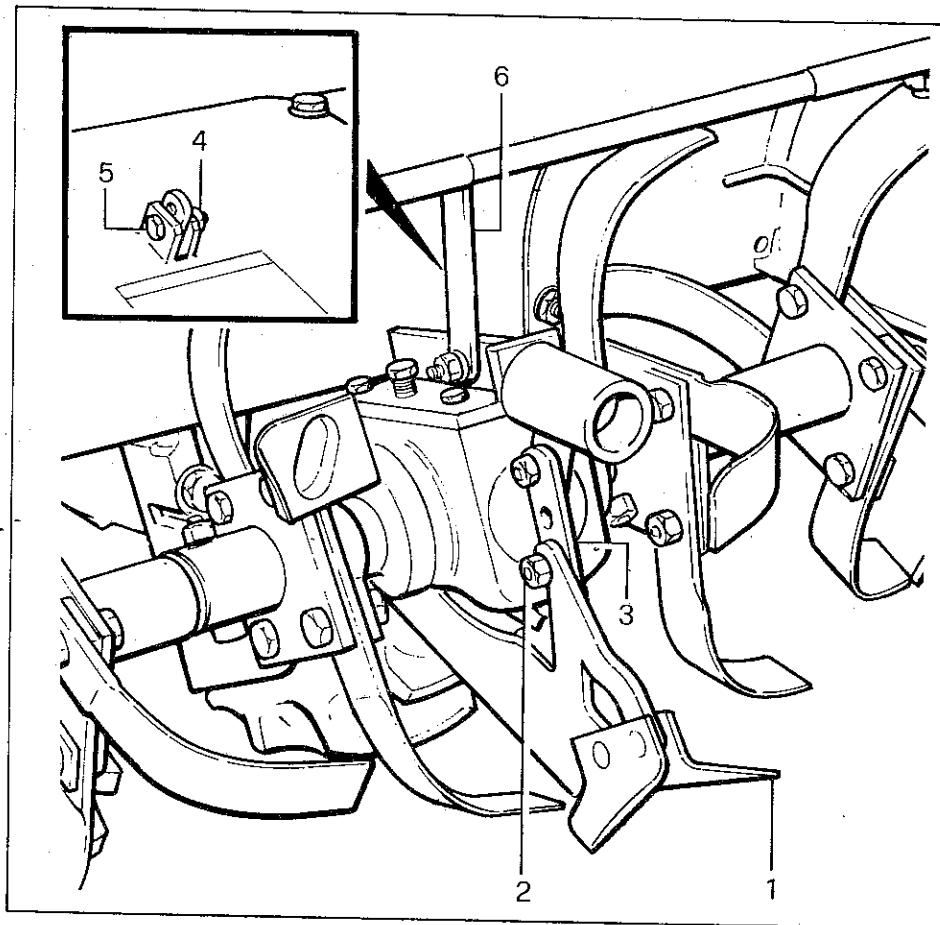

Fig. 22 - Bild 22
Per regolare la profondità di lavoro delle zappette occorre agire sull'inclinazione del vomerino centrale (vedere fig. 22, particolare 1).
The working depth of the hoes is adjustable through the lead angle of the central share (see fig. 22), item 1).
- **For depth be increased:** the share slant need be increased. This is done by taking out set screw (2) and moving up the guide rod until another hole is entered.
**Caution** — After varying the hoe-working depth, the hood distance from the soil should be adjusted. To do so, unloose nut (see fig. 22, item 4) and take out screw (5). Then move hood up or down until the side bottom edges will be 2 or 3 cm far from the ground (hoes should be in the hoeing position). Secure the hood again by screw (5) and nut (4) which will be fitted into a matching hole in the hood support guide rod (6).
Pour régler la profondeur de travail des binettes, il y aura lieu d'agir sur l'inclinaison du soc central (fig. 22, rep. 1).
- **Pour augmenter la profondeur** il y aura lieu d'augmenter la pente du soc, se qui se fait en enlevant la vis de fixation (2) et en poussant vers le haut le tige perforée (3) de réglage jusqu'à ce que l'orifice suivant soit engagé.
**Attention** — Après avoir modifié la profondeur de travail des binettes, il faut régler la distance du capot par rapport au sol. Desserrer l'écrou, sortir la vis (5) (figure 22, repère 4) et lever ou baisser le capot jusqu'à ce que les bords latéraux inférieurs se trouvent à 2 ou 3 cm du sol (binettes en position de travail). Bloquer le capot au moyen de la vis (5) et de l'écrou (4) qui sera introduit dans le trou correspondant de la tige de réglage et de support du capot (6).
Zur Einstellung der Arbeitstiefe der Hacken muss man auf die Neigung der Zentralschar wirken (siehe Bild 22, Detail 1).
- **Zur Erhöhung der Arbeitstiefe** muss die Neigung der Schar erhöht werden. Dabei ist die Befestigungsschraube (2) zu entfernen und die gelochte Stellstange (3) bis zum Einlegen in eine andere Bohrung nach oben zu drücken.
Die Mutter (Bild 22, Detail 4) lösen und die Schraube (5) entfernen. Die Haube heben oder senken bis ihre seitlichen unteren Bordkanten 2-3 cm über dem Boden stehen (die Hacken müssen in Hakenstellung sein). Die Haube wieder durch Einführen der Schraube (5) mit der Mutter (4) im betreffenden Loch der Regel-und-Stützstange (6) blockieren.